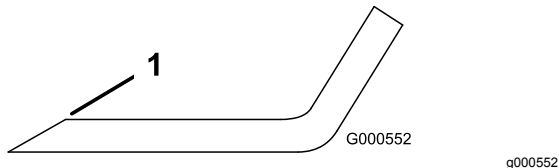

Рисунок 58
1. Заточите напильником режущую кромку на обоих концах ножа (Рисунок 58).
Примечание: Если нож не сбалансирован, удалите некоторое количество металла только с конца области загиба (Рисунок 58).